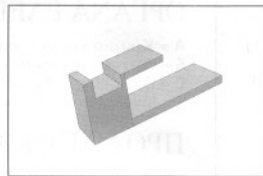

fig.4
- Accessorio per limite del campo di regolazione o blocco della temperatura impostata = cod. 000071 (fig.4)